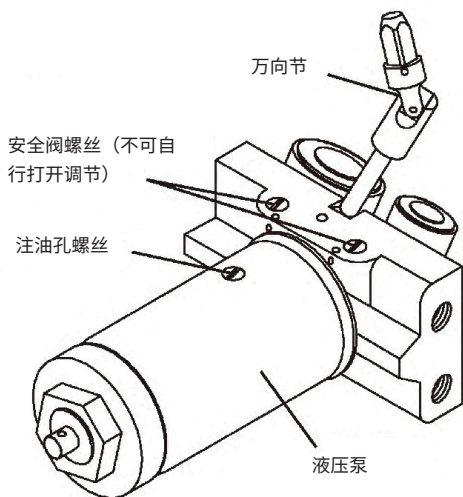

图 2
- 1) 旋松注油孔螺丝，但不要取出螺丝（见图 2）。
- 5) 拧紧注油孔螺丝（见图 2）。
- 1) 取出注油孔螺丝（见图 2）。
- 2) 对准注油孔，缓慢加注合格的液压油（见图 2），直至离注油孔 0.6cm（注意：注油时不可压操作手柄）。